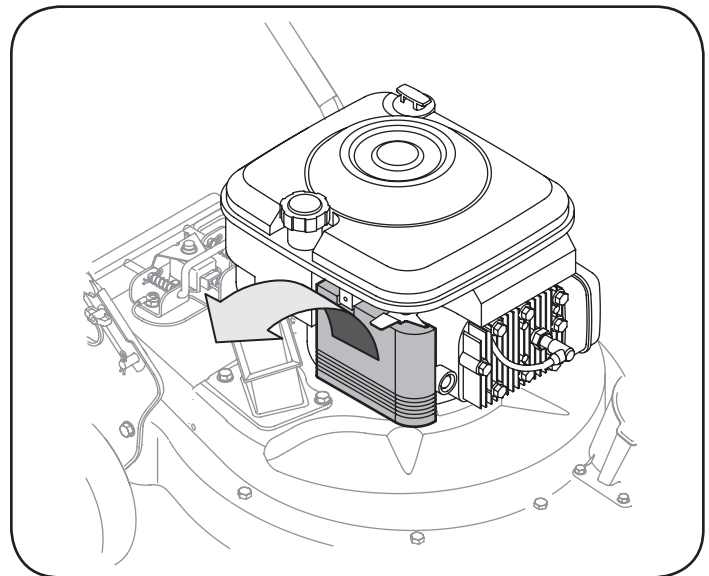

Figura 17
1. Afloje el tornillo e incline hacia abajo la cubierta del alojamiento de plástico en el lateral del motor. Vea la figura 17.